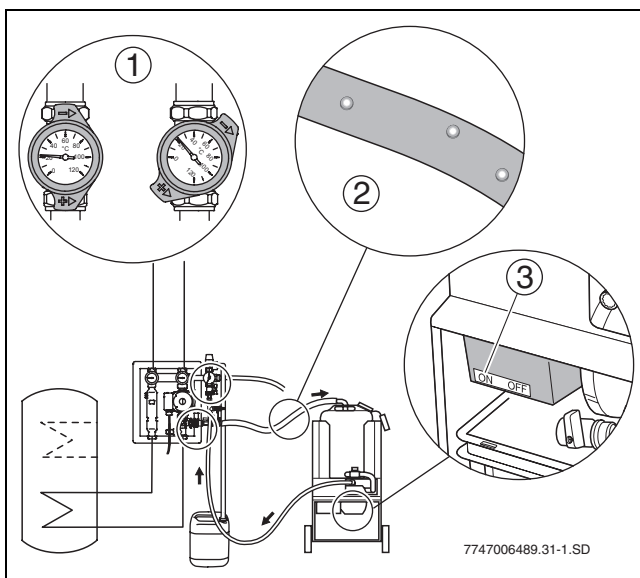

Рис. 18 Включение насоса и проверка отсутствия воздуха
- ▶ Включите насос (→ рис. 18, (3)).